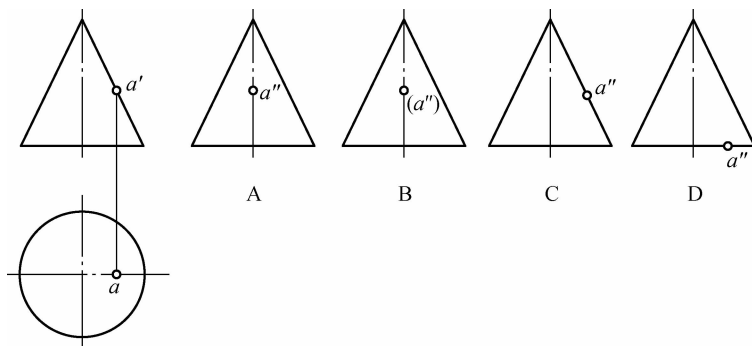

图 1-3-16
1. 如图 1-3-16 所示,根据主视图和俯视图,点 A 在左视图的正确投影是()。